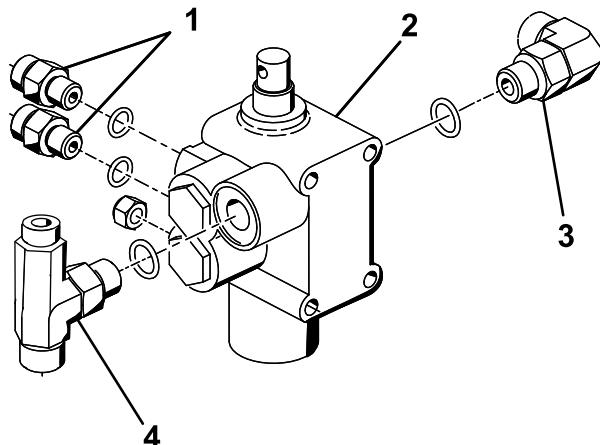

Figure 9
3. Vissez dans le nouveau distributeur de levage un raccord à 90°, les 2 raccords hydrauliques droits et le raccord en T que vous avez retirés du distributeur existant à la section **3 Préparatifs d'installation des composants hydrauliques (page 5)**, comme montré à la **Figure 9**.